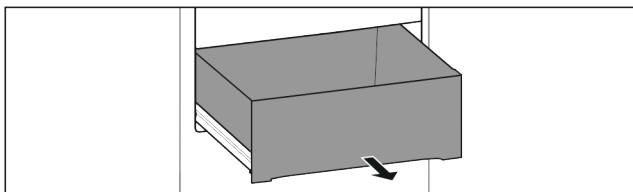

Fig. 31
- Zásuvka je úplně vysunutá (viz Fig. 31).